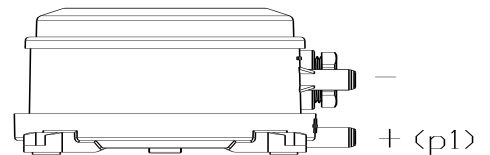

图 7
2. 软管连接。配件中提供了一条长 2m, 内径 6.0mm 的塑料软管, 可视现场情况裁减使用。建议用尽可能短的软管, 连接上述连接附件和开关体上的压力接口。高压端接到“+”或“P1”口, 位于开关体的底部。低压端接到“-”口, 位于开关体的中部, 如图 7。